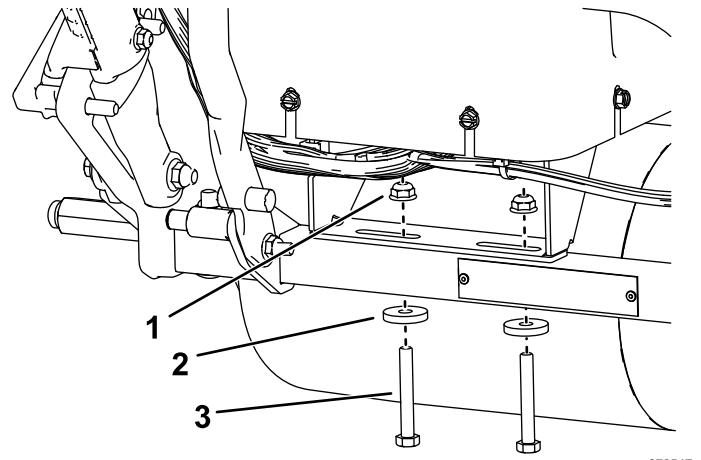

図 11
- 図11のように後部プラットフォームアセンブリマウントを取り付ける。